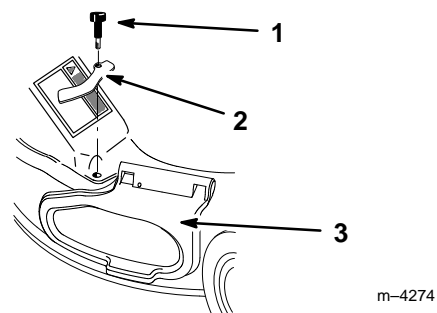

Figure 39
11. Fixer le coin avant droit du conduit d'éjection et le couvercle latéral à l'aide de la bride de blocage déposée précédemment et du bouton à longue tige fourni avec le sac de ramassage (Fig. 39).